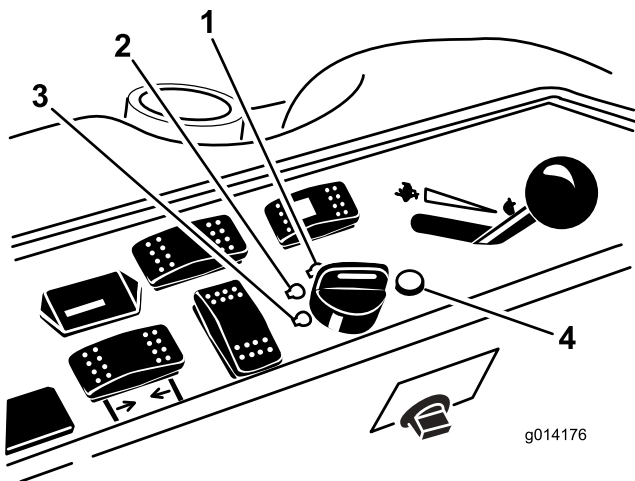

Figure 14
6. Tournez la clé de contact dans le sens horaire à la position Contact (Figure 14).
3. Tournez la clé de contact à la position Arrêt (Figure 14). Attendez l'arrêt de toutes les pièces en mouvement avant de quitter la position d'utilisation.